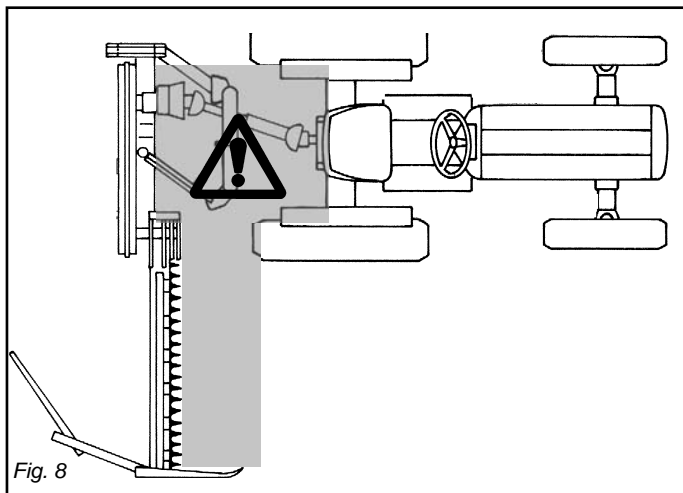

Fig. 8
- 29) Está terminantemente prohibido colocarse entre el tractor y el equipo (Fig. 8) con motor encendido y cardán insertado, o sin haber accionado el freno de estacionamiento y de colocar, debajo de las ruedas, una piedra u otro elemento de bloqueo.
- 33) Está absolutamente prohibido colocarse entre el tractor y el enganche para maniobrar el mando desde el externo en la fase de elevación (Fig. 8).